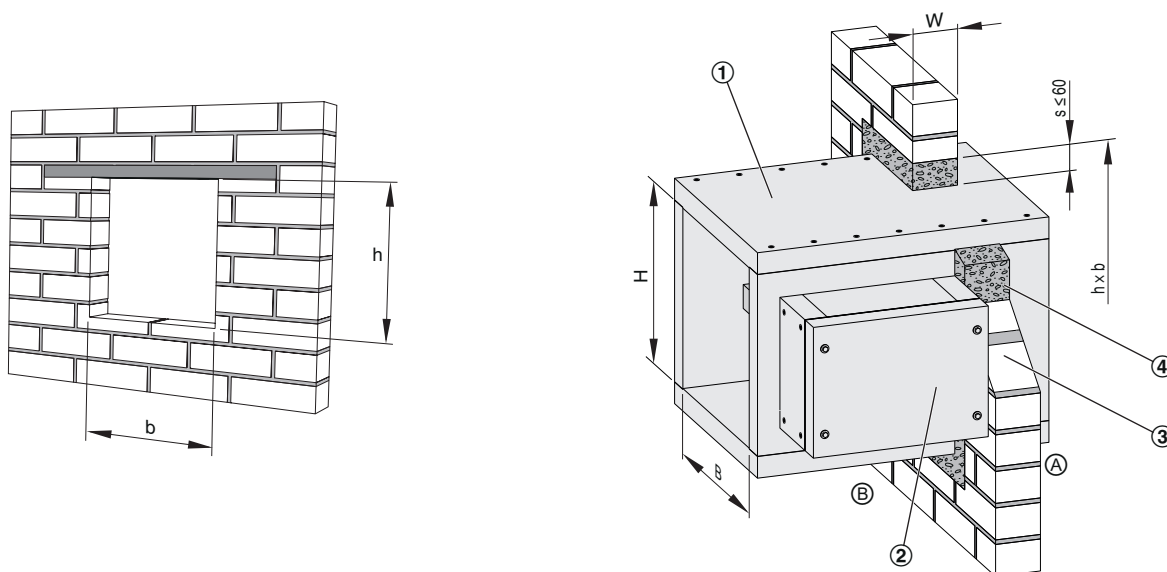

Abb. 6: Einbau in Massivwand
1. ▶ Einbauöffnung fachgerecht herstellen, siehe Abb. 6.